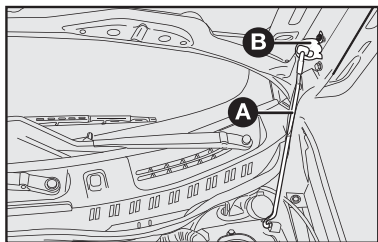

fig. 74
- 4) introduzir a extremidade da vareta **A** na abertura **B** do capô do motor **fig. 74**.
1) manter levantado o capô com uma mão e, com a outra, tirar a vareta **A-fig. 74** da abertura **B** e repô-la no seu dispositivo de bloqueio.